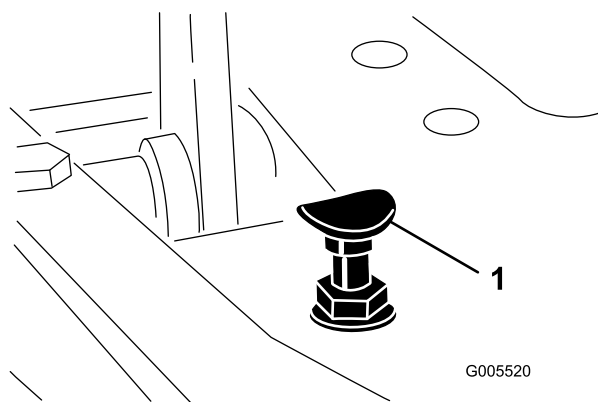

図 48
モードレバーを移動走行位置にセットし、ペダルを一杯に踏み込めば最高速度となります。ケーブルに張力が掛かる前にペダルがストップ 図 48 に当たる場合には調整が必要です。
1. モードレバーを移動走行位置にセットし、ペダルストップを固定しているロックナットをゆるめる図 48。